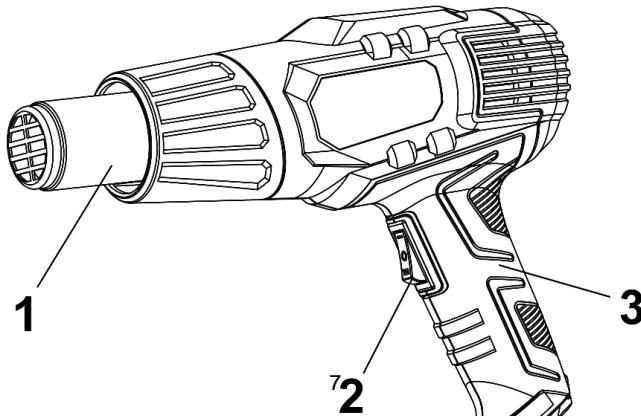

Рисунок 1
2.2.1 Конструкція виробу вміщена в корпус з термостійкого пластику і складається з наступних основних частин: нагрівального блоку в складі нагрівального елементу спірального типу в термоізоляючому кожуху з вихідним сталевим соплом нагрітого повітря (1); компресорного блоку у складі колекторного двигуна змінного струму з відцентровим повітряним компресором; перемикач/вимикач температурних режимів (2), – згідно рис.1. Корпус обладнаний рукояткою (3) з торцевою опорою для міжопераційного зберігання або роботи соплом поверх. Електрична частина виробу складається з колекторного однофазного електродвигуна змінного струму, перемикача електроstromu, електронного блоку управління з регулятором температури, з'єднувальних проводів і мережевого шнура. Захист від ураження електричним струмом користувача у виробі відповідає класу II за ДСТУ EN 61140:2015.